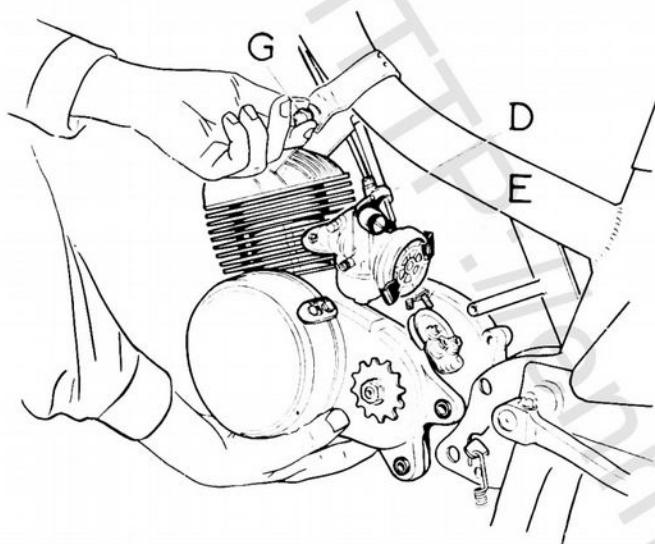

Fig. 0
- Enlever les capotages gauche et droit (Fig. 0) (attention ! ne pas égarer les rondelles situées entre les capotages et l'entretoise de fixation à l'arrière).
- Dévisser les vis de fixation du chapeau de chambre de mélange et retirer le couvercle avec le boisseau et la commande (tournevis) (D).
- Retirer les 2 boulons arrière (H) (sous la tête de la vis, une rondelle plate et une rondelle grover). Soutenir le moteur et retirer le boulon avant (G) (sous l'écrou une rondelle plate et une rondelle éventail) (fig. 0 et 2).